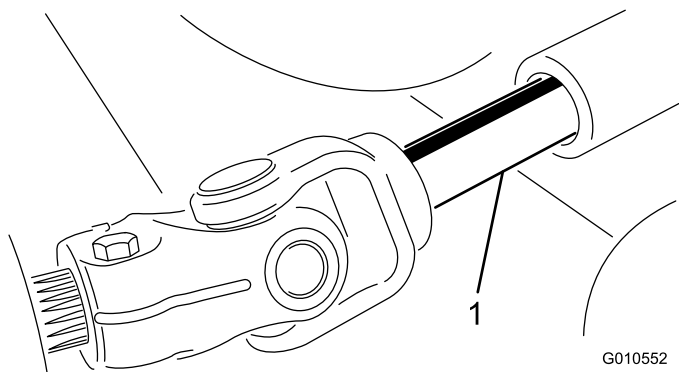

Figura 26
3. Inserite l'albero della presa di forza maschio nell'albero della presa di forza femmina (Figura 26).